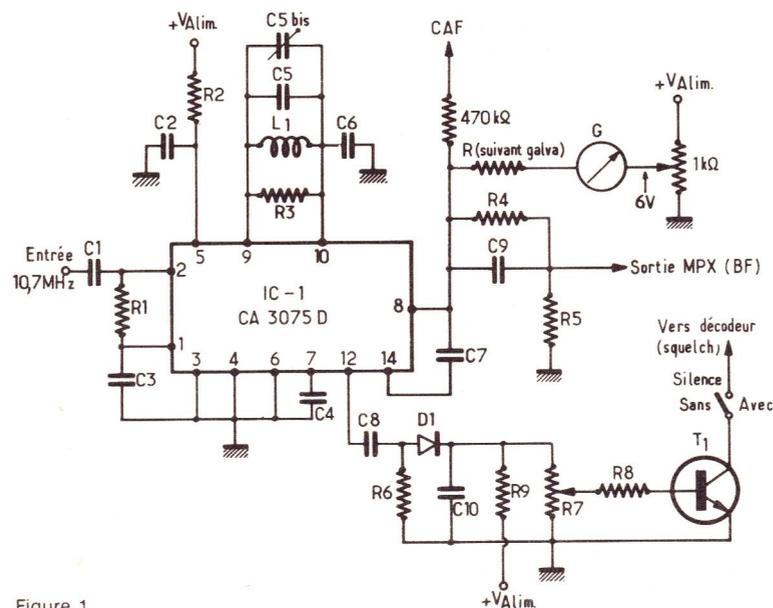

Figure 1
Deux versions sont proposées aux figures 1 et 2.
- **Figure 1.** Réalisation d'un circuit de silence (squelch) destiné à éliminer, sur un récepteur de qualité, le souffle interstations. Notons que ce dispositif doit être associé au décodeur stéréo décrit plus loin.